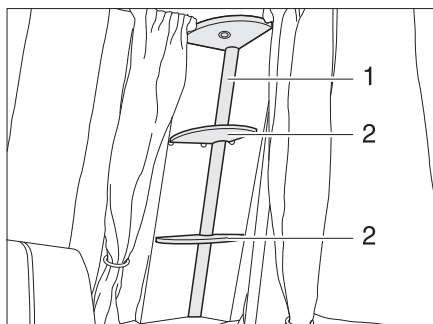

Fig. 182 Colonne lumineuse
- Retirer les étagères (Fig. 182,2).
- Serrer légèrement le verre de la lampe (Fig. 182,1) et le retirer.